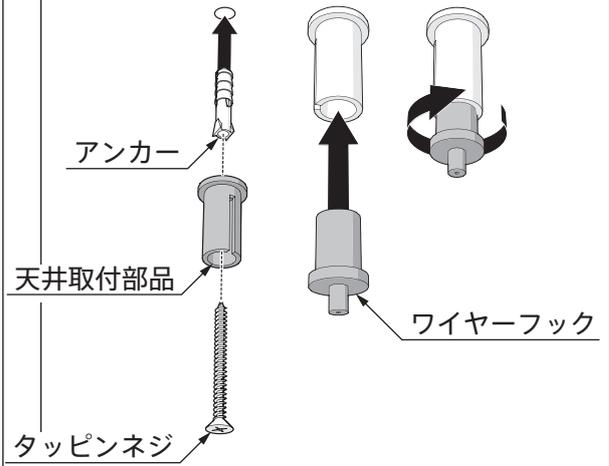

図 6
6. ワイヤーフックの先を押しながら、ワイヤーをワイヤーフックに差し込み、天井取付部品の切り欠き部分からワイヤーの先を出してください。(図6)